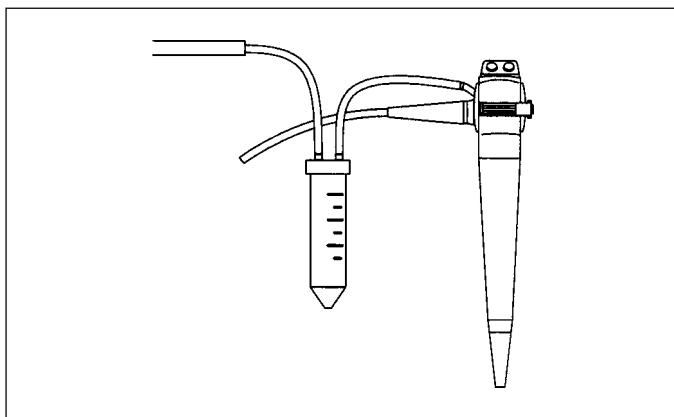

Рис. 4.5.
1. Отсоедините аспирационную трубку от коннектора аспирационного клапана. Присоедините аспирационную трубку к аспирационному коннектору устройства для бронхоальвеолярного лаважа. Аспирационную систему устройства соедините с коннектором аспирационного клапана эндоскопа (см. рис. 4.5).